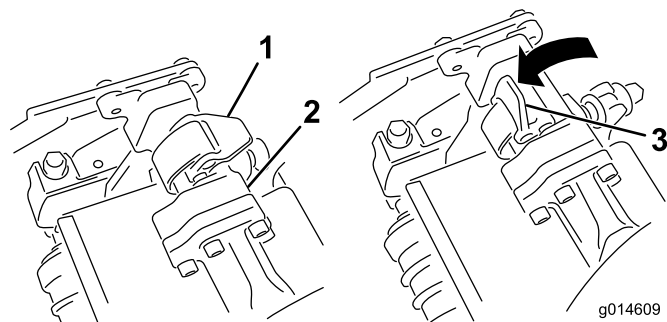
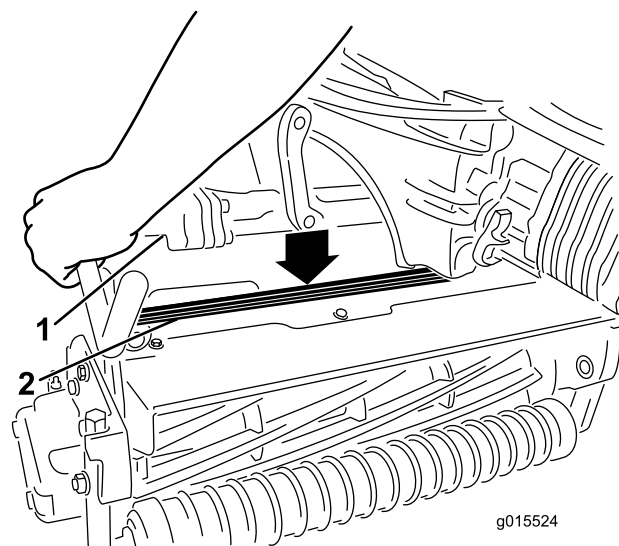

Figura 35
Figura 36
4. Con i fermi del braccio di sospensione rivolti verso l'alto (cioè aperti) (Figura 35), premete il braccio di sospensione verso il basso in modo che la barra si inserisca nella barra della parte superiore dell'apparato di taglio (Figura 36).
5. Chiudete i fermi spostandoli verso il basso e attorno alla barra dell'apparato di taglio, quindi bloccateli in posizione (Figura 35).
5. Aprite i fermi sulla barra del braccio di sospensione dell'apparato di taglio che state rimuovendo (Figura 35).